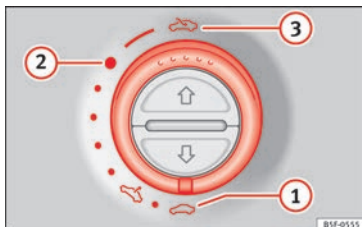

Fig. 11 Dans le ciel de pavillon : tourner la commande pour ouvrir et fermer.
- Ouverture : tourner la commande vers la position » » fig. 11 ③.
- Position confort : tourner la commande vers la position » » fig. 11 ②.
- Fermeture : tourner la commande vers la position » » fig. 11 ①.